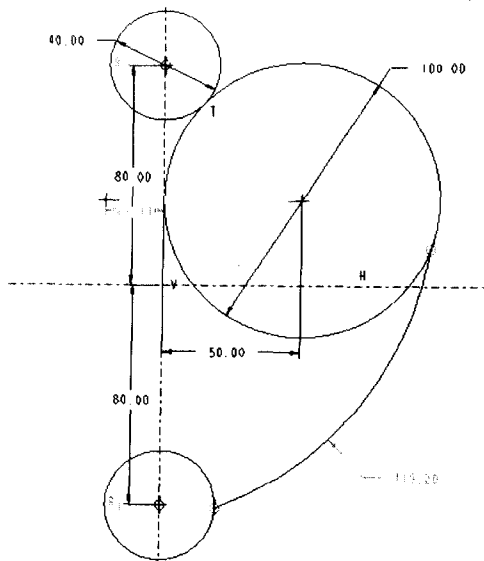

图1-6 绘制圆弧
- (1) 使用右工具箱中的  工具绘制一段圆弧，圆弧的两个端点分别落在前面绘制的第二和第三个圆上，如图 1-6 所示。